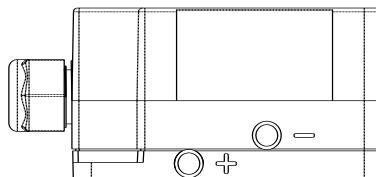

图 4
2. 软管连接。配件中提供了一条长 2m, 内径 5.0mm 的塑料软管, 可视现场情况裁剪使用。建议用尽可能短的软管, 连接上述连接附件和开关体上的压力接口。高压端接到“+”口, 位于开关体的底部。低压端接到“-”口, 位于开关体的中部, 如图 4。